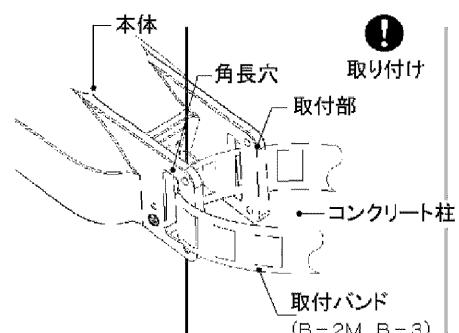

図1 コンクリート柱・鋼管の場合
- コンクリート柱に取り付ける場合(Φ190~Φ350まで) (図1)
- 鋼管柱に取り付ける場合(Φ89.1~Φ190まで) (図1)